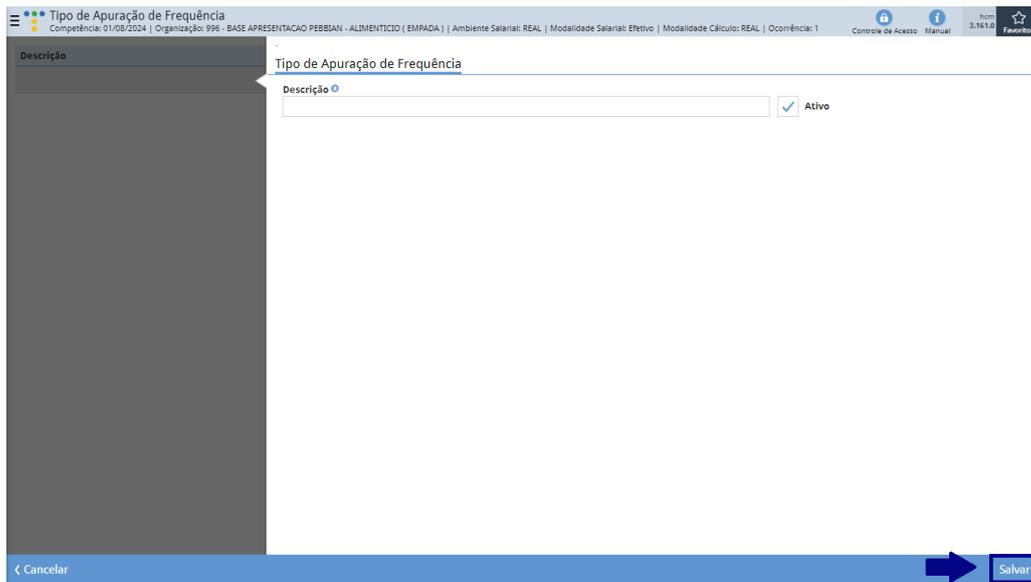

Figura 16: Salvar
- **Salvar o Cadastro:** Após preencher os dados, revise as informações e clique em **Salvar** (Figura 16) para concluir o cadastro.